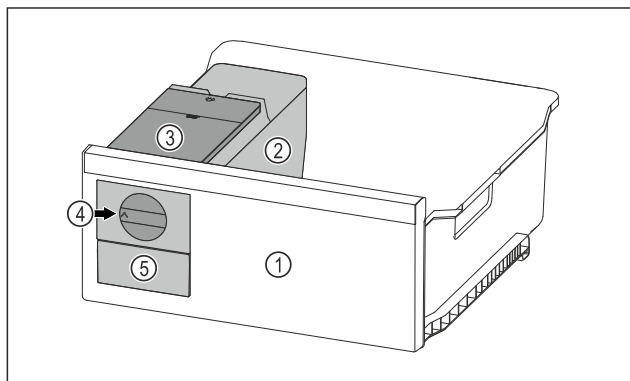

Fig. 75 Príklad zobrazenia
- ▶ Otočný gombík Fig. 75 (4) otočte v smere hodinových ručičiek až na doraz.
- ▷ Kocky ľadu vypadávajú z misky na kocky ľadu do zásuvky na kocky ľadu Fig. 75 (5).